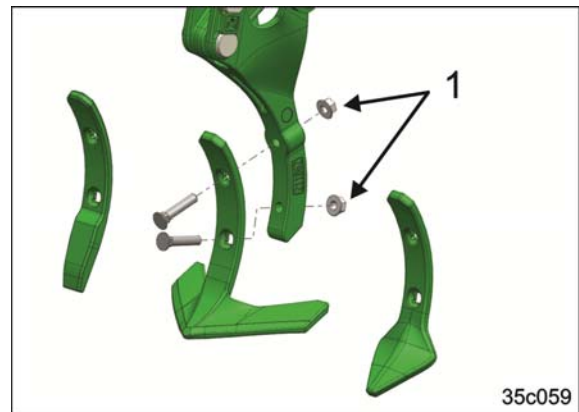

Fig. 169
1. Loosen the fastening nuts (Fig. 169/1).
3. Tighten the fastening nuts (Fig. 169/1).